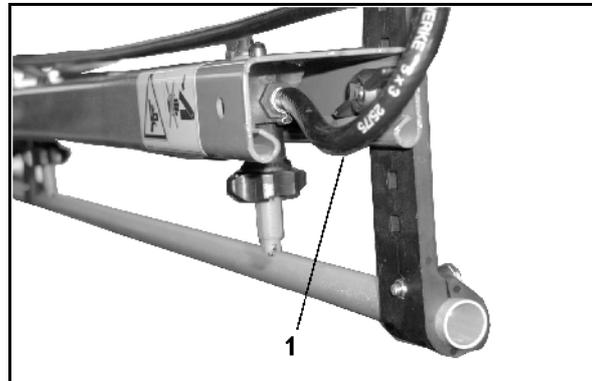

Fig. 81
- ermöglicht bei eingeschaltetem Druck-Umlauf-System einen ständigen Flüssigkeits-Umlauf in der Spritzleitung. Hierzu ist jeder Teilbreite ein Spülanschluss-Schlauch (Fig. 81/1) zugeordnet.
- ein Spülanschluss-Schlauch (Fig. 81/1) pro Teilbreite.